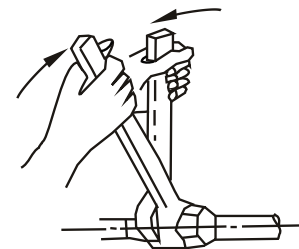

Fig. 8.2
- Disposez les tuyaux de raccordement au bon endroit, serrez les écrous à la main, puis bloquez-les simultanément avec deux clés. (Voir Fig. 8.2)